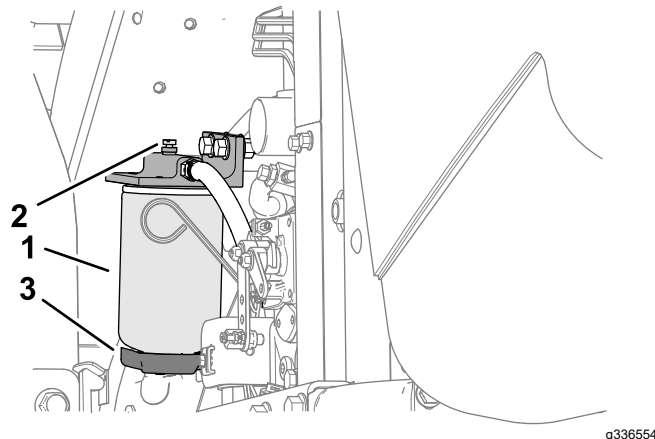

Figure 68
4. Desserrez le robinet de vidange au bas de la cartouche du filtre (Figure 68).
3. Nettoyez la surface autour des supports de la cartouche du filtre (Figure 68).